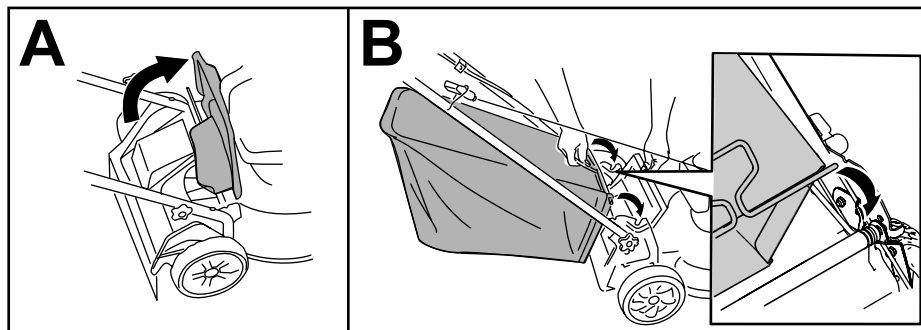

Figura 13
1. Levante el deflector trasero (Figura 13, A).
2. Introduzca los extremos de la varilla de la bolsa de recogida en las muescas de los soportes del manillar (Figura 13, B).